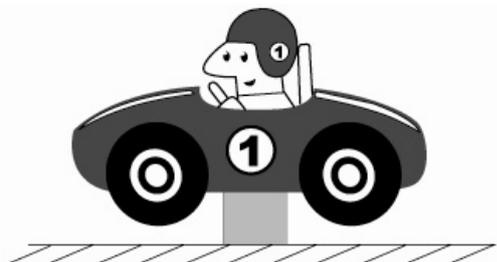

Рисунок 1
- обкатка на малой скорости вращения с повышенным количеством масла. Для того чтобы убедиться, что все механизмы свободно вращаются, необходимо провести обкатку на малой скорости. Убедитесь, что колеса автомобиля вращаются свободно и ничем не заблокированы (рис.1). Заведите двигатель автомобиля. (при работе двигателя будет выделяться большое количество масла). Для обкатки необходимо 500см^3 масла.